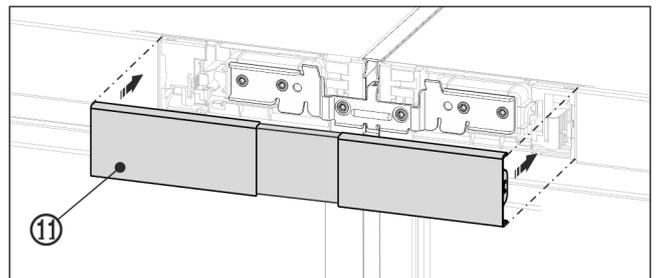

Fig. 21 例图
- ▶ 将上盖板 Fig. 21 (11)卡紧在两块操作板中间空位处。注意，盖板外侧必须与操作板平整连接。